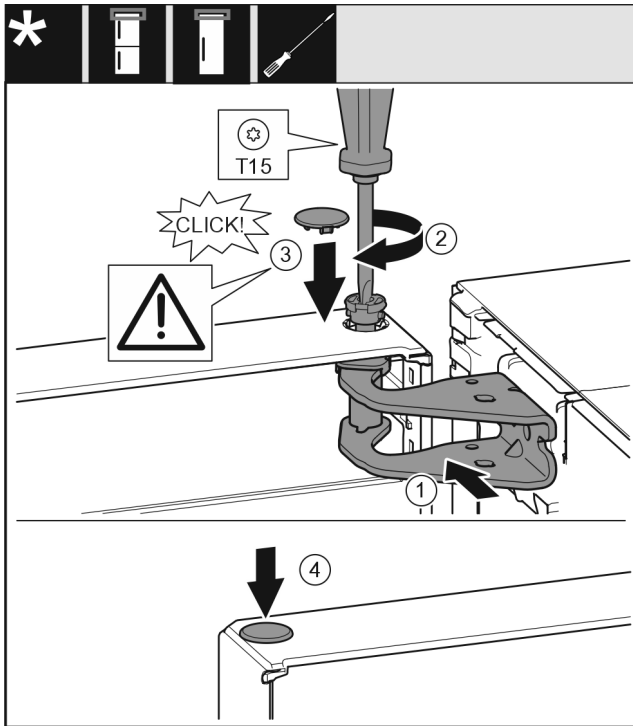

Fig. 20
- ▶ Duris viršuje išlygiuokite į atraminės gembės angą. Fig. 20 (1)
- ▶ Įstatykite varžtą ir tvirtai prisukite atsuktuvu T15. Fig. 20 (2)
- ▶ Durims užfiksuoti sumontuokite apsauginę dengiamąją plokštelę: uždėkite apsauginę dengiamąją plokštelę ir patikrinkite, ar ji priglundą prie durų. Kitu atveju įstatykite iki galo varžtą. Fig. 20 (3)
- ▶ Įstatykite kaištį. Fig. 20 (4)